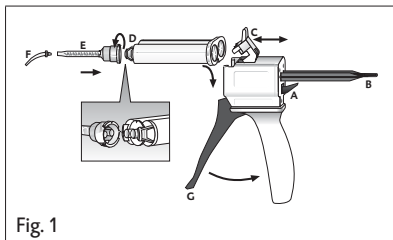

Fig. 1
1. Dźwignię [rys. 1, poz. A] z tyłu dozownika Automix-Dispenser podnieść w górę i całkowicie odciągnąć zasuwkę [rys. 1, poz. B].
2. Plastikową blokadę [rys. 1, poz. C] podnieść w górę. Włożyć wkład i unieruchomić go za pomocą blokady [rys. 1, poz. C].
1. Ściągnąć kapturek wkładu [rys. 1, poz. D] lub użytą kaniulę mieszającą, obracając ją o 90° w kierunku przeciwnym do ruchu wskazówek zegara, a następnie wyrzucić.
2. Nałożyć nową kaniulę mieszającą [rys. 1, poz. E].
4. Nałożyć końcówkę wewnątrzustną Intraoral-Tip [rys. 1, poz. E].
- ▶ Zmieszać materiał w kaniuli mieszającej, naciskając dźwignię [rys. 1, poz. G] w dozowniku Automix-Dispenser i od razu nanieść go na wybrane miejsce.
2. Odchylić w górę plastikową blokadę [rys. 1, poz. C] i wyjąć wkład.